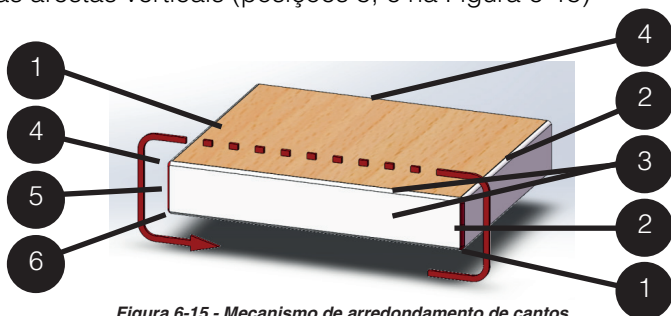

Figura 6-15 - Mecanismo de arredondamento de cantos
- Quatro cantos (posições 1, 2, 3, 4 na Figura 6-15)
- Duas arestas verticais (posições 5, 6 na Figura 6-15)